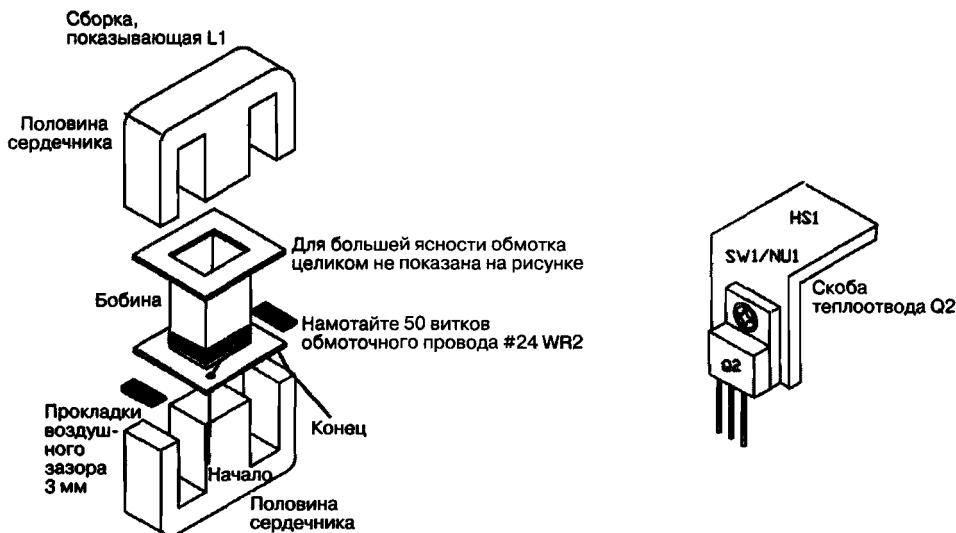

Рис. 27.4. Сборка индуктивности L1 и теплоотвода HS1 для транзистора Q2
- Перед сборкой выполняется подготовительная работа по изготовлению теплоотвода для транзистора Q2 в виде скобы из алюминиевой пластиинки $1,9 \times 5,08 \times 0,16$ см. Согните ее посередине под углом 90° и просверлите отверстие для винта и гайки SW1/NU1. Затем установите Q2 на теплоотвод, как показано на рис. 27.4.
5. Соберите катушку дросселя L1, намотав 50 витков обмоточного провода #24 на нейлоновую бобину как можно ровнее. Оставьте по пять сантиметров с каждого конца, зачистите их и облудите припоеем для надежного соединения со схемой. Соберите Ш-образный сердечник (см. рис. 27.4). Проложите с каждой стороны полоски из картона 0,008 см, итого 0,016 см. Если у вас есть комбинированный прибор – мультиметр, измерьте индуктивность, которая должна составлять 1,5 мГн.